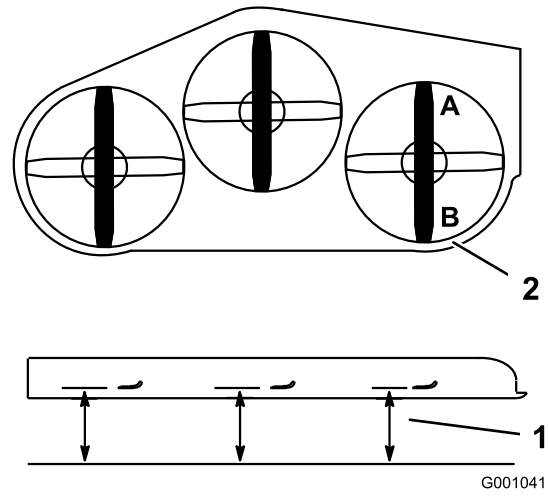

Figure 74
- Tournez 1 lame dans le sens longitudinal. Mesurez la distance aux points **A** et **B** entre une surface plane et le bord coupant des pointes des lames (Figure 74).